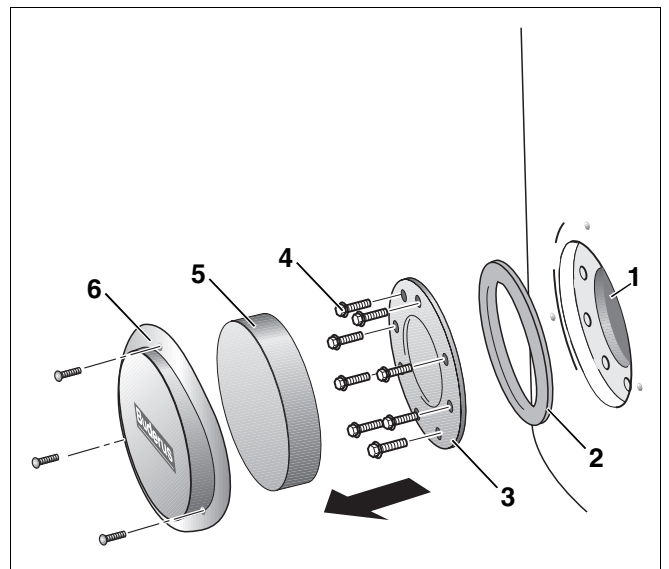

Abb. 10 Reinigungsöffnung demontieren
- Schrauben an der Handlochdeckelabdeckung (Abb. 10, **Pos. 6**) lösen.
- Handlochdeckelabdeckung und Wärmeschutzscheibe (Abb. 10, **Pos. 5**) entfernen.
- Sechskantschrauben (Abb. 10, **Pos. 4**) lösen, Handlochdeckel (Abb. 10, **Pos. 3**) und Handlochdeckel-Dichtung (Abb. 10, **Pos. 2**) entnehmen.